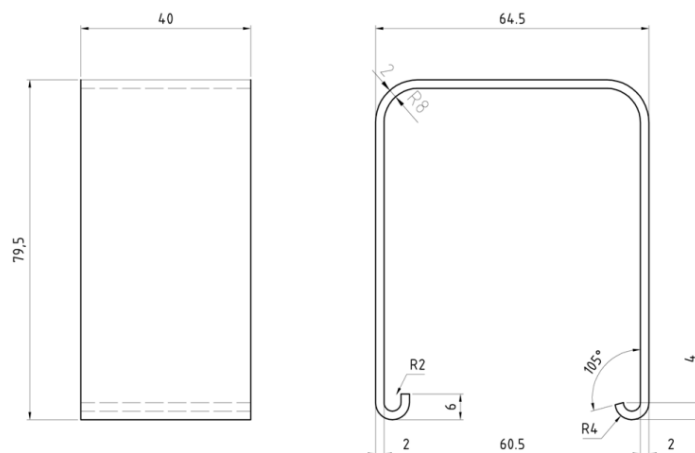

Рисунок 25 – Общий вид соединителя элементов кривой.
3.24. Характеристика соединителя для элемента кривой (см. рис.25):